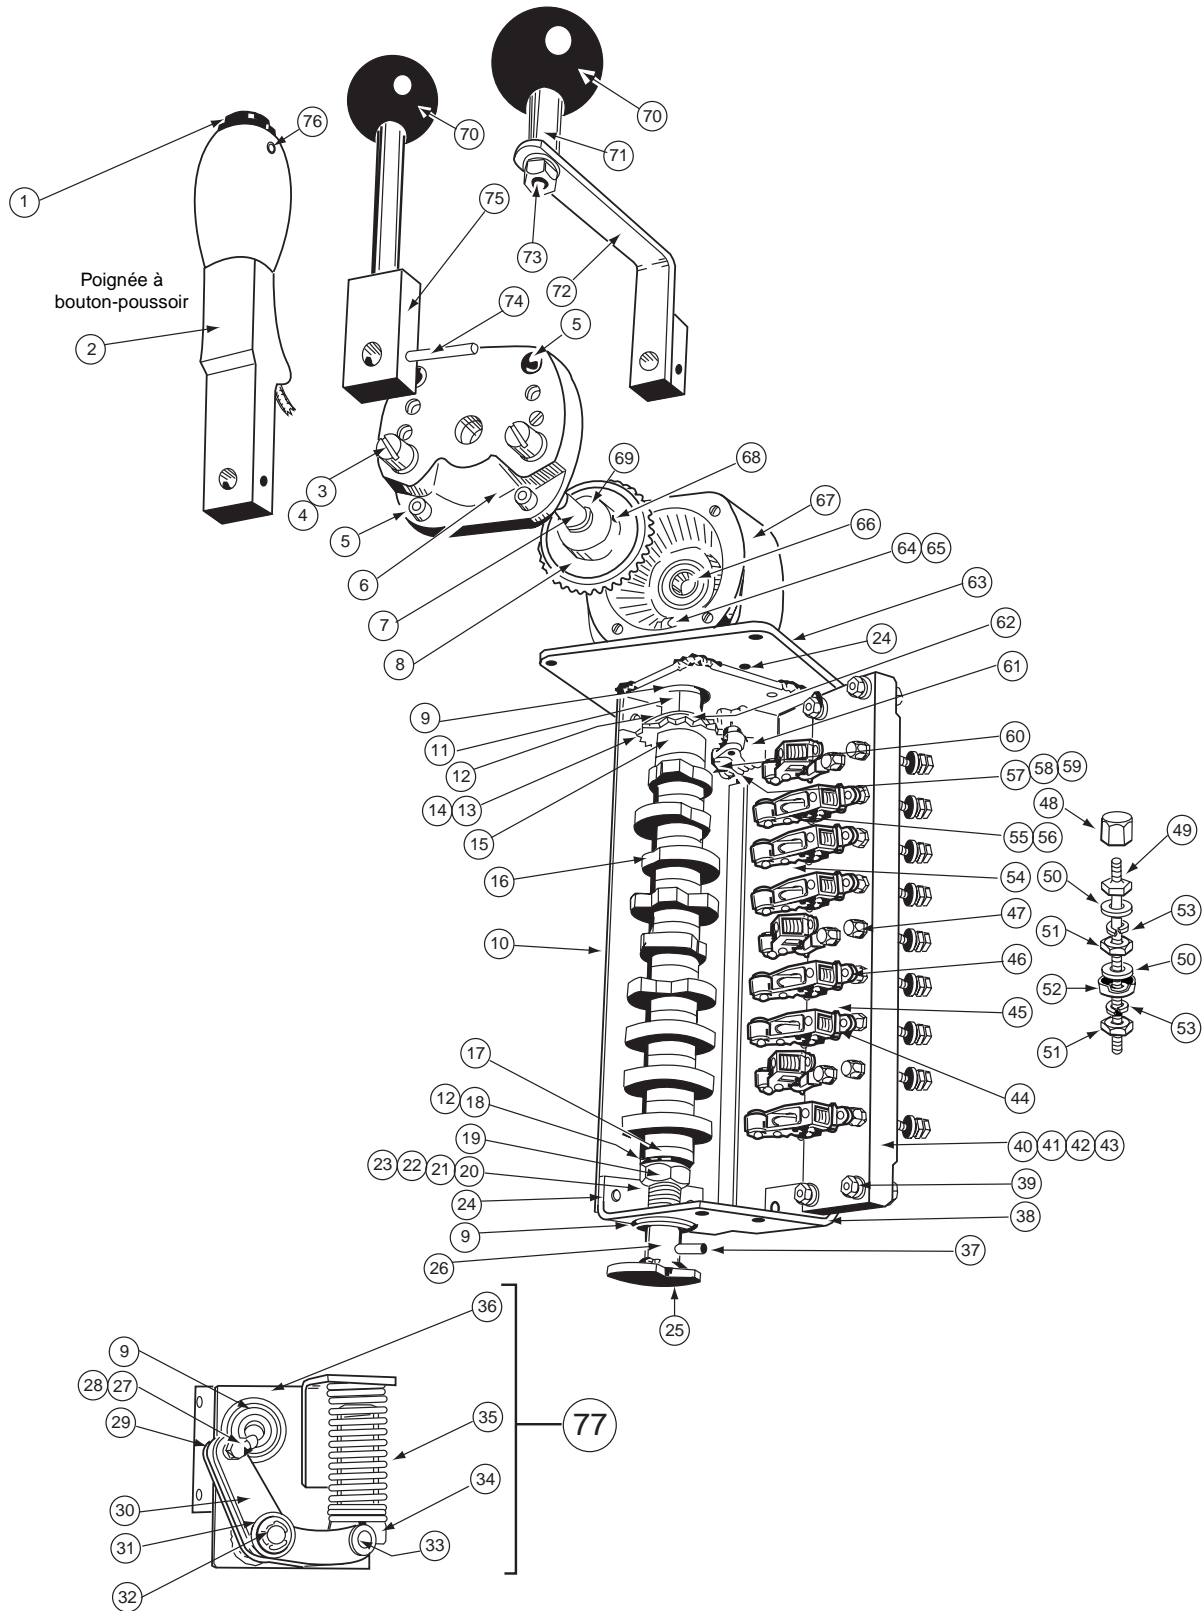

Figure 3 : Interrupteur principal VM série A
Les numéros des articles entre parenthèses correspondent à la figure 3 de la page 14 et au tableau 2 de la page 15, sauf indication contraire.
2. Placer la cale sur l'assemblage du couvercle du réducteur (figure 3).
Pour commander des pièces, spécifier la quantité, le numéro de la pièce et la description de la pièce, en fournissant les informations complètes de la plaque signalétique de l'interrupteur principal. Pour identifier les articles, se référer à la figure 3.